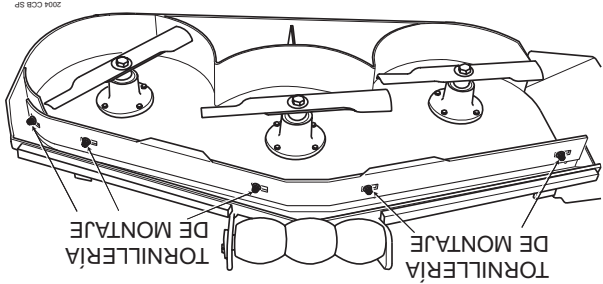

Figura 8. Deflector de corte personalizado
1. Quite los accesorios que aseguran el deflector de corte personalizado a la plataforma de corte (Vea la Figura 8).